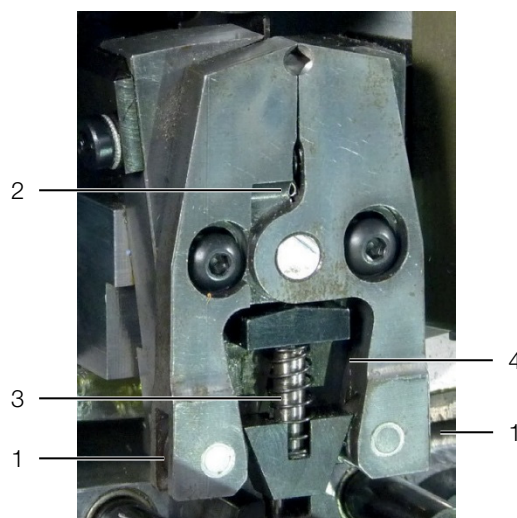

Imagen 21: Herramienta de crimpado
- Compruebe si los rodillos (imagen 21, pos. 1) de la herramienta de crimpado se deslizan con facilidad.
- Compruebe si los rodillos (imagen 21, pos. 2) de la pinza de sujeción se deslizan con facilidad.
- Lubrique el perno guía (imagen 21, pos. 3) de la unidad de soporte de terminales.
- Lubrique las superficies laterales (imagen 21, pos. 4) de la unidad de soporte de terminales.